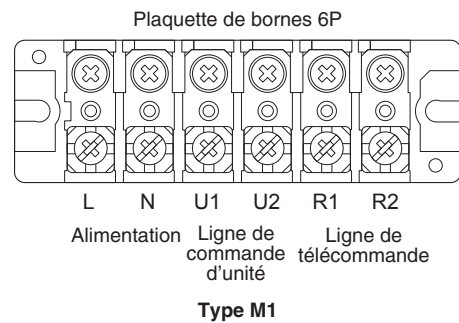

Fig. 4-2
- (1) Reportez-vous à la section « 4-2. Longueur et diamètre de fil recommandés pour le système d'alimentation » pour l'explication de « B », « C », « D » et « E » sur le schéma ci-dessus.
- (2) Le schéma de connexion de base de l'unité intérieure montre la plaque à bornes, toutefois les plaques à bornes de votre équipement peuvent différer du schéma. (Fig. 4-2)
- (3) L'adresse du circuit réfrigérant (R.C.) doit être fixée avant la mise sous tension.
- (4) Pour le réglage de l'adresse R.C. voir le mode d'emploi accompagnant la télécommande (en option). Le paramétrage de l'adressage automatique peut être exécuté via la télécommande. Voir le mode d'emploi accompagnant la télécommande (en option).